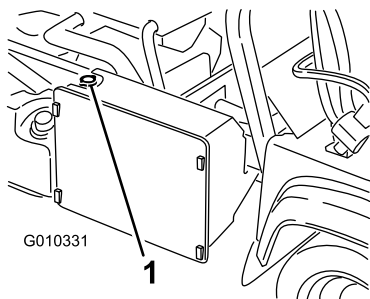

Рисунок 75
3. Снимите крышку радиатора (Рисунок 75).
4. Снимите крышку расширительного бачка охлаждающей жидкости (Рисунок 75).
7. Долейте жидкость в радиатор и установите на место крышку (Рисунок 75).